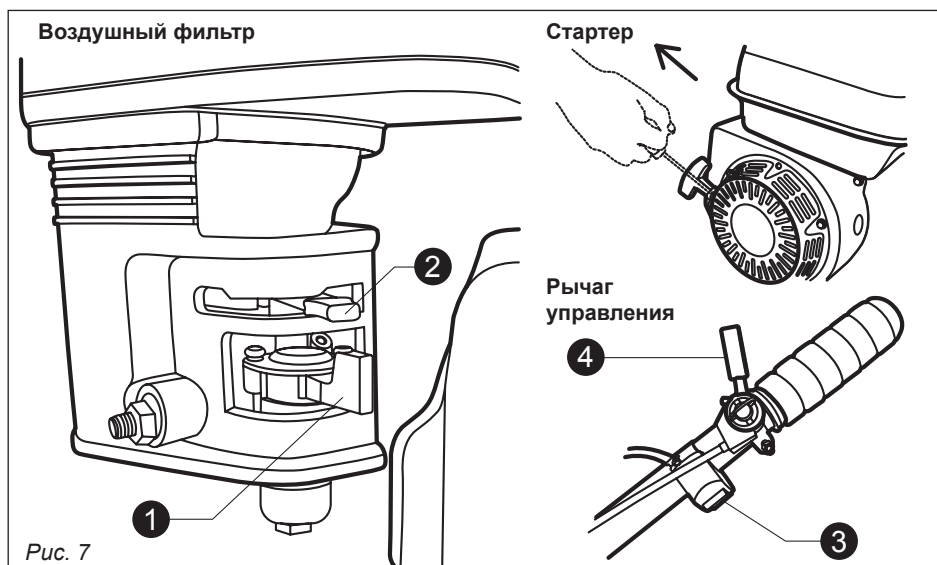

Рис. 7
- Поверните топливный кран (1) в положение **ON (Вкл.)**, рис. 7.
- Передвиньте рычаг воздушной заслонки (2) в положение **CLOSE (Закрыто)**.
- Передвиньте рычаг газа на левой рукоятке (3) в среднее положение.
- При эксплуатации в холодное время года передвигайте рычаг воздушной заслонки (1) постепенно во время прогрева двигателя до полного открытия.
Перемещением рычага газа регулируются обороты двигателя (рис. 7, поз. 4). Выбирайте необходимые обороты в зависимости от выполняемой работы.